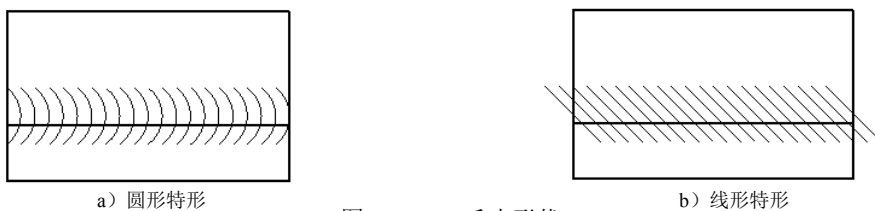

图 6.11.11 毛虫形状
- ☑ **毛虫形状(S):** 用于定义毛虫的显示形状。毛虫形状包括“圆形特形”和“线形特形”两种,如图 6.11.11 所示。